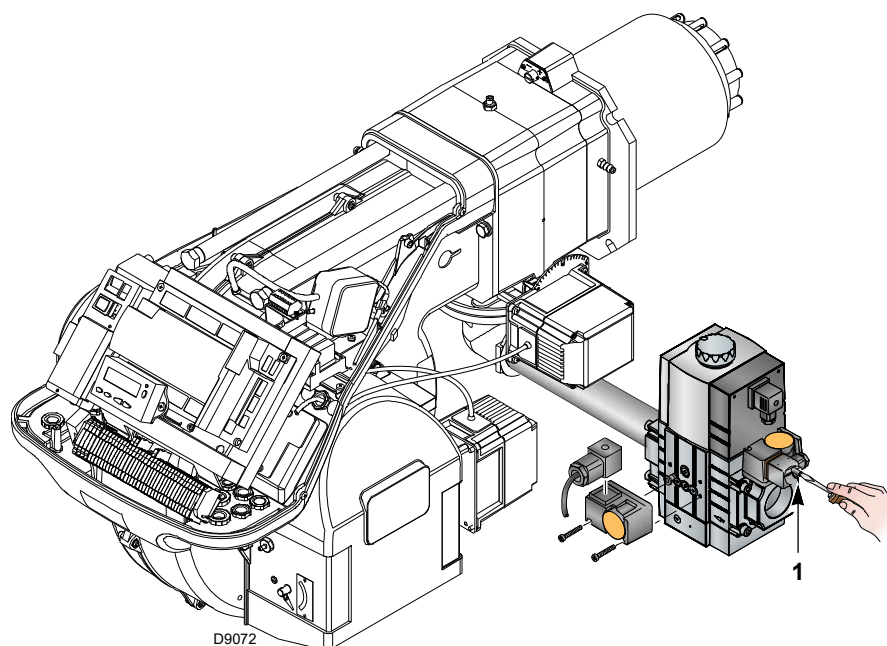

Abb. 27
- Den Gasversorgungsdruck durch Anschluss eines Manometers an die Druckentnahmestelle 1) (Abb. 27) des Gasdruckwächters kontrollieren: er muss niedriger sein als der auf dem Typenschild angegebene, maximal zulässige Druck der Gasstrecke.
- Nun die Leitung der Gasstrecke entlüften, indem ein Kunststoffschlauch an der Druckentnahmestelle 1) (Abb. 27) des Gas-Mindestdruckwächters angeschlossen wird. Den Kunststoffschlauch ins Freie führen und entlüften bis der Gasgeruch wahrnehmbar ist.